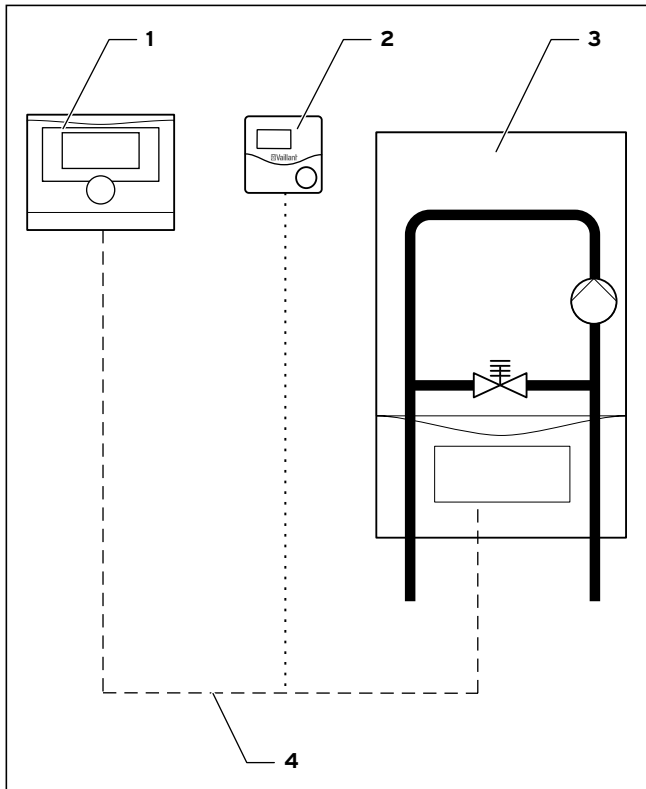

Fig. 4.1 Systemskjema: Koble eBUS i systemet
► Utfør kablingen av fjernstyringen VR 81/2 iht. (→ **Fig. 4.1**) vor.